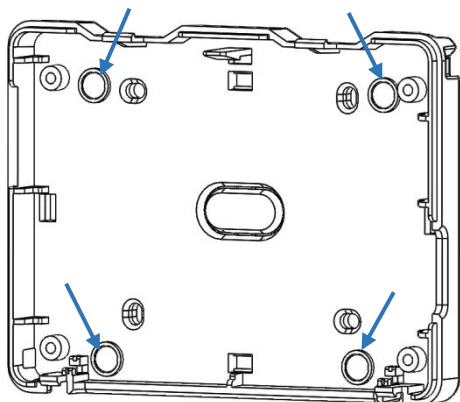

Fig. 2. Lugar de montaje de los imanes de neodimio.
- Con el uso de 4 imanes de neodimio (incluido en el kit), y que permiten un montaje rápido en superficies de metal – fig. 2.